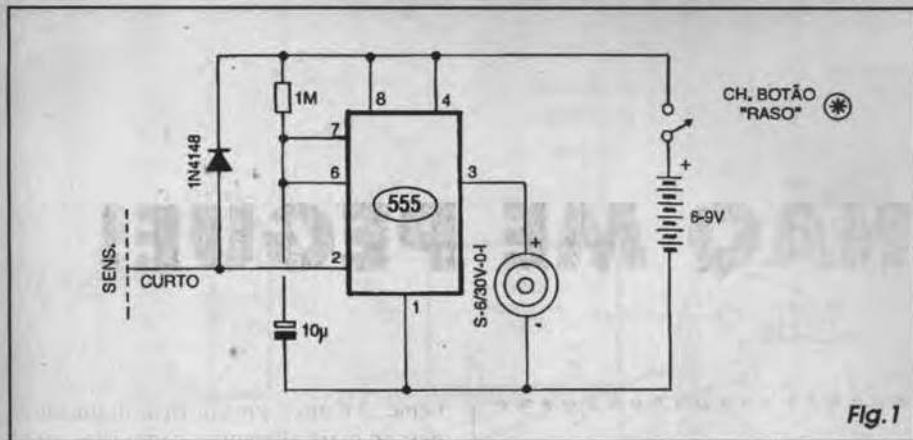

Fig. 1
**- FIG. 1 - DIAGRAMA ESQUEMÁTICO DO CIRCUITO** - Antes de falar sobre o circuito, queremos lembrar que o projeto foi desenvolvido no nosso Laboratório, a partir da constatação de que *muitos* dentre os leitores recém chegados à turma, simplesmente *adoraram* a matéria **EXPERIMENTANDO O 555**, recentemente publicada, artigo que - inclusive - incentivou vários desses *recém - apeantes* a providenciar a rápida aquisição dos números atrasados correspondentes às *aulas do ABC DA ELETRÔNICA* (que *antes* - como sabem os que nos acompanham desde o início - saía como revista independente, e agora encontra-se incorporada à **APE**...). Da mesma forma, para bem compreender os fundamentos do funcionamento do **NAMP**, convém que o caro leitor procure dados técnicos e teóricos na correspondente *aula do ABC*, que tratou do funcionamento do integrado 555 enquanto **MONOESTÁVEL**...). Voltando ao circuito, no seu *centro ativo* temos o mencionado integrado 555, na sua função básica (ou seja: fazendo aquilo para o que foi *inventado*...) de **MONOESTÁVEL**, cujo período é dimensionado pelos valores do resistor de 1M e capacitor eletrolítico de 10µ (em torno de 10 segundos, podendo - contudo - variar bastante, em função das *largas tolerâncias* inerentes ao eletrolítico...). Dessa forma, a saída do **MONOESTÁVEL** (pino 3 do 555) se manifesta